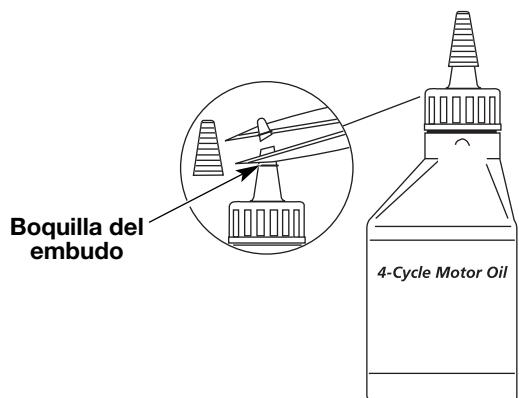

Fig. 4
Su unidad trae una botella de aceite SAE 30 SF, SG, SH de 90 ml (3,04 onzas fluidas) (Fig. 4).
- Desenrosque la tapa de la botella de aceite y retire el sello de papel que cubre la apertura. Vuelva a colocar la tapa. Corte la punta de la boquilla del embudo (Fig. 4).